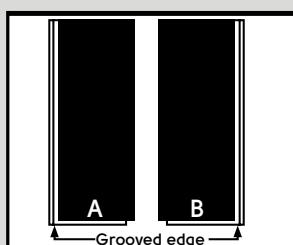

Fig. 3
- Abra varios paquetes de material. Los tablones estarán marcados con «A» y «B» en la parte posterior (diagrama siguiente). Separe los distintos tablones y apílelos manteniendo los bordes en la misma dirección. Mezcle los tablones de cada pila antes de la instalación para lograr un aspecto más natural (fig. 3).